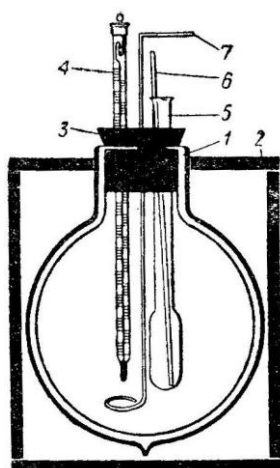

Рис. 1. Схема калориметра:
**Описание прибора.** Для определения теплоты растворения соли можно воспользоваться калориметром (рис. 1). В сосуд Дьюара 1 емкостью 500 мл на пробке 3 укрепляют термометр Бекмана 4 и пробирку 5 (ампулу, рис. 2) для соли со стеклянной палочкой 6. Раствор перемешивают мешалкой 7.